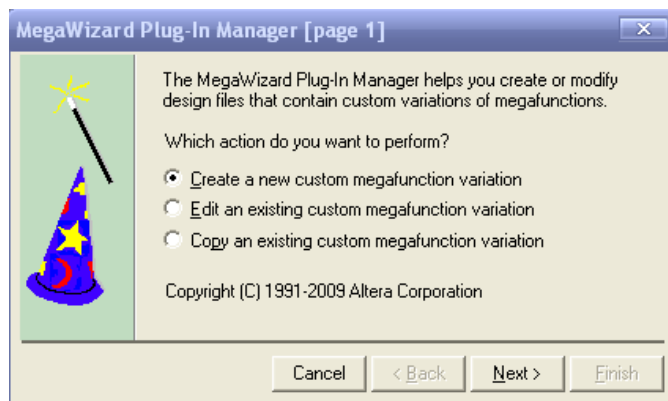

图 2 新建 megagunction
② 如图 2 所示，使用默认选项“Create a new custom megafunction variation”，